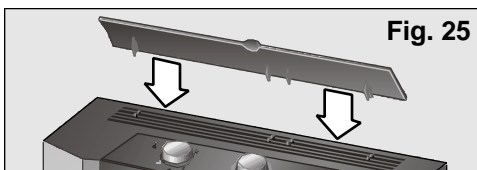

Fig. 25
- ❑ Alzare l'orientatore d'aria situato nella parte superiore dell'apparecchio. Nei modelli **PA18100M** quest'orientatore non è installato con l'apparecchio. Vedasi **figure 25 e 26** nel punto "Riscaldamento".
- Alzare l'orientatore d'aria situato nella parte superiore dell'apparecchio. Nei modelli **PA18100M** quest'orientatore non è installato con l'apparecchio. Vedasi figure 25 e 26 nel punto "Riscaldamento".
- Alzare l'orientatore d'aria situato nella parte superiore dell'apparecchio. Nei modelli **PA18100M** quest'orientatore non è installato con l'apparecchio. Vedasi **figure 25 e 26** nel punto "Riscaldamento".